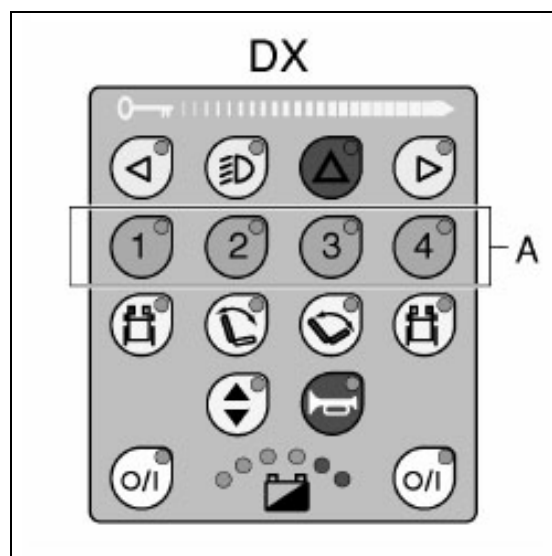

Figure 3.6
- Avec la touche 1, 2, 3 ou 4 (A dans la fig. 3.6) du boîtier de commande de type 'DX'.